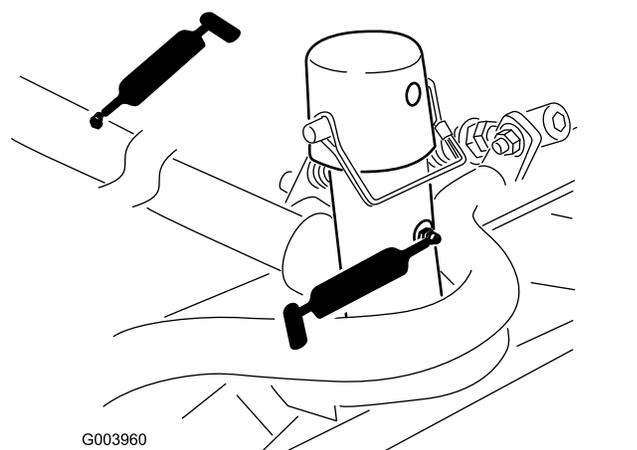

Figura 77
- Articulação e estrutura de transporte da unidade de corte (Figura 77)